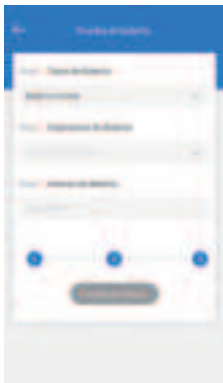

Figura 4.1.4
4. Ingrese el valor de la capacidad de la batería y toque la prueba de la batería para iniciar la prueba (Consulte la Figura 4.1.4).